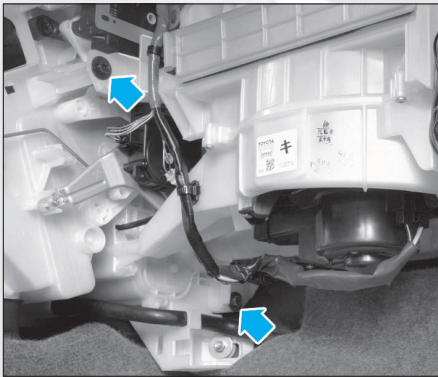

FIG. 15
- Séparer l'ensemble boîtier de chauffage-climatisation (fig. 15).